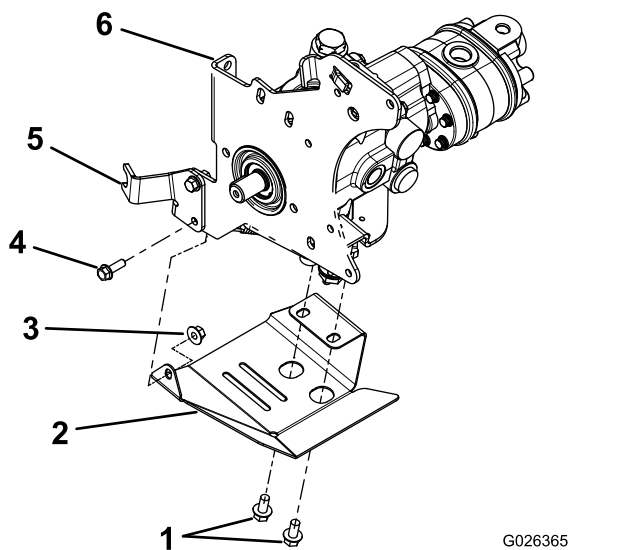

Figura 2
1. Retire el perno y la tuerca que sujetan el extremo inferior del soporte del cable a la placa de la bomba (Figura 2). Deseche el perno, pero guarde la tuerca.
- Retire y guarde los 2 pernos que sujetan la pletina de punto muerto a la parte inferior del motor hidráulico (Figura 2).
- Sujete provisionalmente el nuevo protector del motor hidráulico y la pletina de punto muerto a la parte inferior del motor hidráulico con los 2 pernos retirados en el paso anterior. No apriete los pernos todavía (Figura 2).
- Sujete provisionalmente el soporte del cable a la placa de la bomba con el perno nuevo (incluido en el kit) y la tuerca que retiró anteriormente (Figura 2).